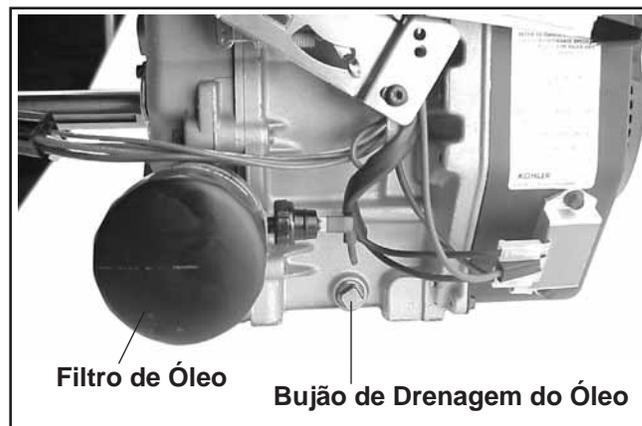

Figura 9-1. Localização do Bujão de Drenagem do Óleo e do Filtro.
1. Retire o bujão de drenagem do óleo e a tampa de enchimento/vareta do óleo. Consulte a Figura 9-1.